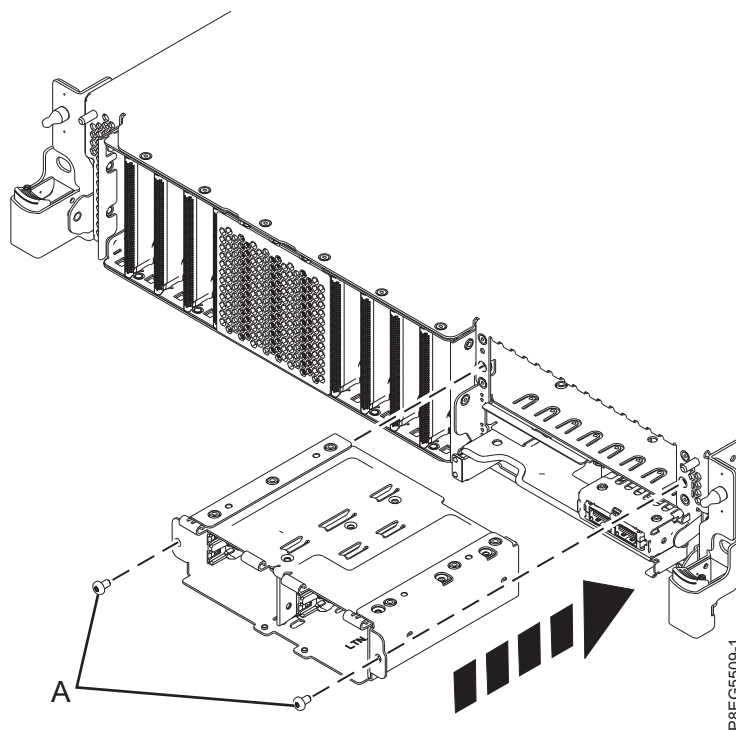

Figura 23. Reinstale compartimento SSD
4. Deslize o compartimento SSD de volta na posição. Instale e aperte os parafusos (A). Veja a Figura 23.